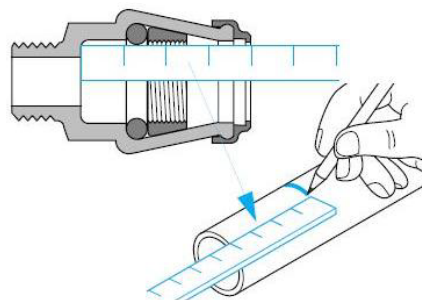

Figura 2
2. Marcare la profondità d'innesto sul tubo (v. figura 2)